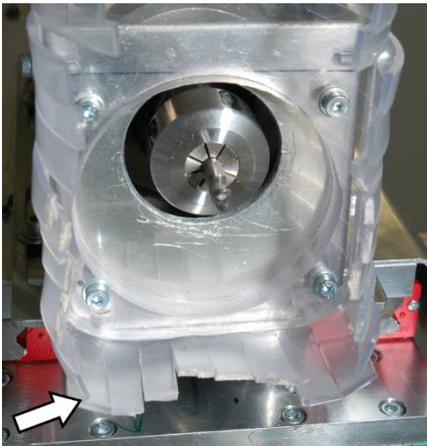

Abb. 33: Schutzschirm
2. Schutzschirm (optional für Absaugung) (Abb. 33/Pfeil) um die Werkzeugaufnahme auf Beschädigungen prüfen.